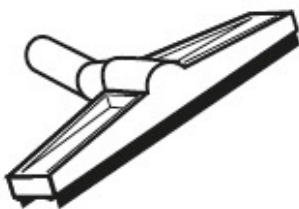

Abb. 12: Wassersaugdüse anschließen
Schritt 5: Verbinden Sie die Wassersaugdüse mit dem Saugrohr (Abb. 12)